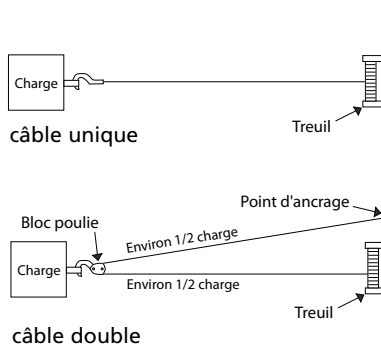

Figure 2
1. La capacité nominale du AC1000 sur la couche du câble situé le plus près du tambour est de 454 kilos (1 000 livres) (pour câble unique). NE SURCHARGEZ PAS. N'ESSAYEZ PAS DE TRACTIONNEMENTS PROLONGÉS SOUS CHARGE LOURDE. Ne maintenez pas de tension électrique sur le treuil si le moteur cale. Les surcharges peuvent endommager le treuil et/ou le câble métallique et créer des conditions de fonctionnement dangereuses. **POUR LES CHARGES DE PLUS DE 340 KILOS (750 livres), NOUS CONSEILLONS L'UTILISATION DU PALAN EN OPTION POUR OBTENIR UNE DOUBLE LIGNE DE CÂBLE MÉTALLIQUE (Figure 2).** Ceci réduit d'environ 50% la charge appliquée au treuil et la tension sur le câble métallique. Ne raccrochez pas au treuil. Accrochez toujours sur une structure pouvant supporter la charge.